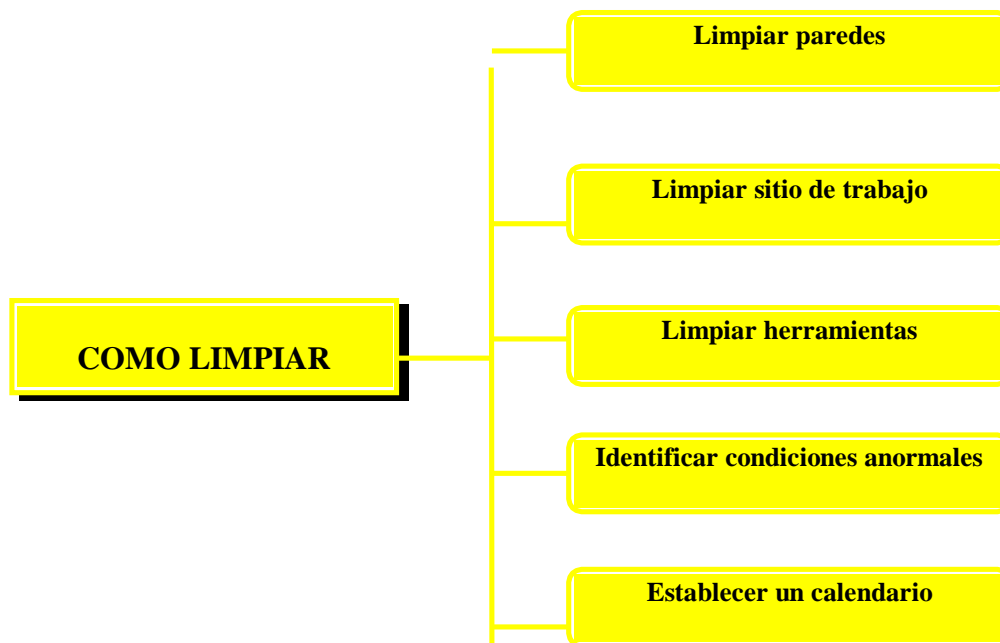

Figura 5. Metodología para limpiar
- Todo lo que usemos dejémoslo en excelentes condiciones, es decir que pueda ser utilizado por otra persona inmediatamente (Véase Figura 5. Metodología para limpiar).